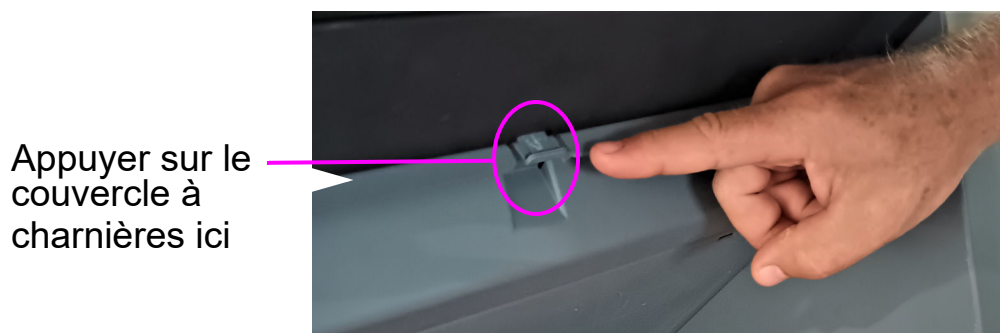

Figure 5-5 : Accès à l'imprimante avant
1. Appuyez sur le couvercle à charnière sous les bacs de tri. (Figure 5-5). Le couvercle s'ouvrira, exposant l'ensemble d'impression.